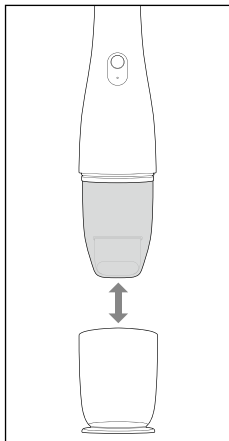

Fig. 4
- Assurez-vous que le filtre à poussière ❺ est toujours correctement placé avant d'utiliser l'appareil (voir chapitre **Nettoyage/remplacement du filtre à poussière**).
1. Tenez l'appareil au niveau de la poignée ❾ et retirez le capuchon de fermeture ❶ de l'appareil (voir fig. 4).
2. Insérez le suceur 2 en 1 ❷ dans l'orifice d'aspiration ❷ si nécessaire (voir chapitre **Suceur 2 en 1**).
3. Appuyez sur le bouton Marche/Arrêt ❶ ❷ pour allumer l'appareil. Le voyant de contrôle de charge ❻ s'allume en bleu.
4. Appuyez à nouveau sur le bouton Marche/Arrêt ❶ ❷ pour éteindre l'appareil après utilisation. Le voyant de contrôle de charge ❻ s'éteint.
5. Placez le capuchon de fermeture ❶ sur l'appareil (voir fig. 4).